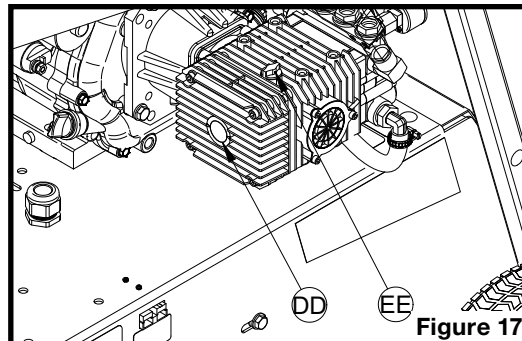

Figure 17
2. Dévisser le bouchon de vidange (CC sur la figure 17).
5. Dévisser le bouchon de remplissage/jauge (EE sur la figure 17).
6. Remplir avec de l'huile de type SAE 30 NON DÉTERSIVE jusqu'au milieu du voyant transparent (DD sur la figure 17).